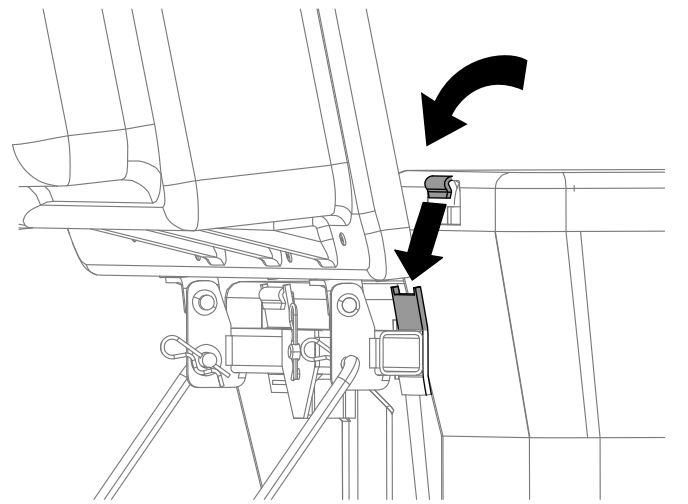

Figure 12
4. Soulevez le couvercle et installez les bacs en glissant les crochets de l'armature sur les pattes de retenue (Figure 12).